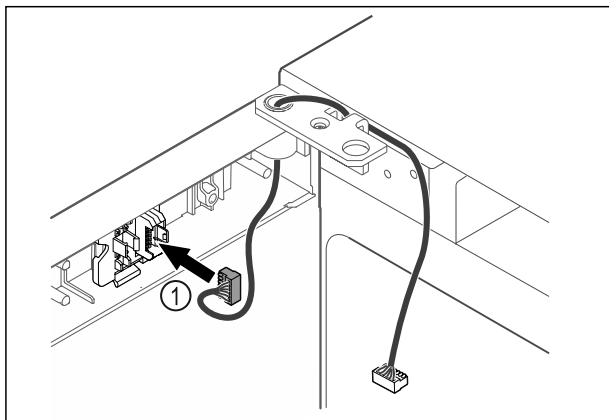

Fig. 43
- ▶ Zasuňte zástrčku Fig. 43 (1) do držáku zástrčky.